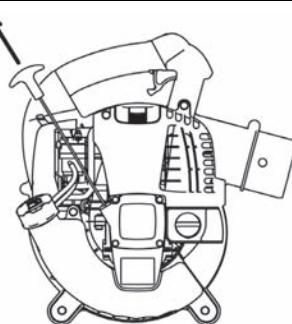

Figura 4
- Relleno: Despues de hacer la inspección si el aceite está por debajo del límite inferior, añada aceite a través de la misma abertura que fue quitado el tapón de aceite. Consulte la Figura 4 sobre cómo orientar el motor para llenar el aceite.
(2) Es posible que necesite rellenar aceite aproximadamente cada 10 horas de uso (cada 10 reabastecimientos de combustible).
(3) Si el aceite ha cambiado de color o tiene impurezas, reemplácelo. (Para el intervalo y método de reemplazo, consulte la página 50)